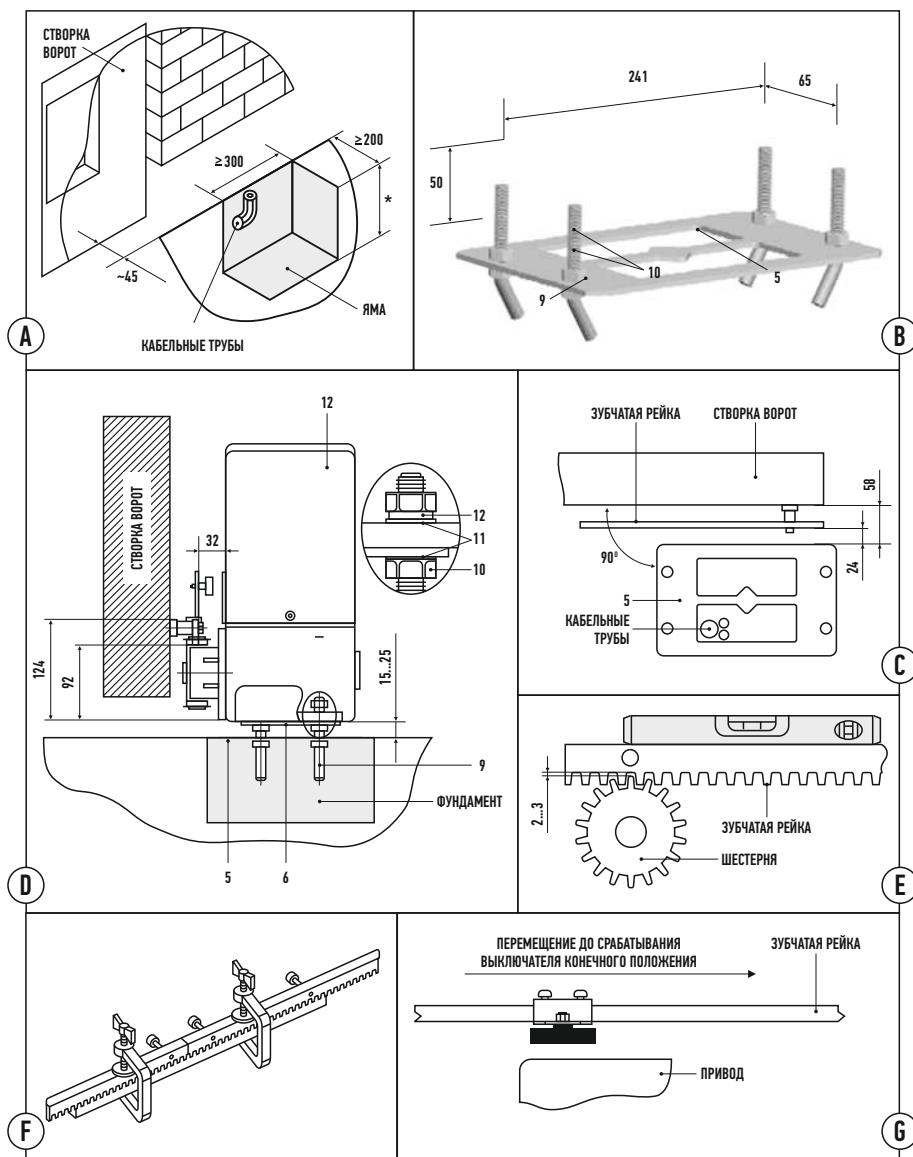

Рис. 2
- Установите на монтажное основание 5 (Рис. 2В) фундаментные болты 9 и зафиксируйте их гайками 10. Гайки под монтажным основанием вверните так, чтобы оставшаяся часть болта выходила выше основания на 50мм.
- Установите монтажное основание 5 с болтами в фундамент, выдерживая необходимые установочные расстояния (Рис. 2С), соблюдая параллельность створке ворот и горизонтальность. Монтажное основание при установке необходимо немного вдавить (утопить) в фундамент, предварительно пропустив через окно в основании кабельные трубы с электрическими кабелями.